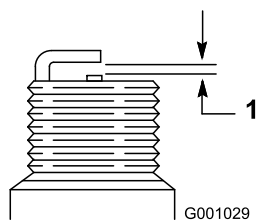

Figure 57
4. Réglez l'écartement des électrodes de la nouvelle bougie à 0,76 mm (0,030 po) (Figure 57).